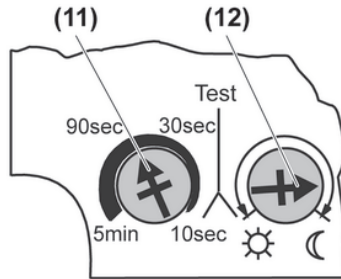
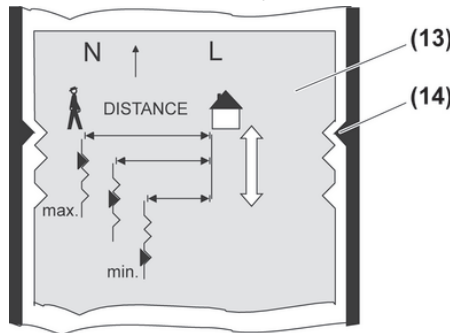

Bild 5: Ställa in drifttiden och ljusstyrkans tröskelvärdet
Bild 6: Ställa in räckvidden
- Räckvidden är inställd i mitten eller minimum (bild 6).
På baksidan av rörelsedetektorns kåpa finns ett reglage vardera för drifttiden (11) respektive ljusstyrkans tröskelvärdet (12) (bild 5).
Rörelsedetektorns räckvidd kan ställas in i tre steg genom att du glidjusterar det inre höljet (13) (bild 6).
- Ställ in drifttiden med hjälp av reglaget (11).
- Ställ in ljusstyrkans tröskelvärdet med hjälp av reglaget (12). Symbolen ☀ står för dagläge, d.v.s. omkoppling oberoende av ljusstyrka, och symbolen ☾ för min. ljusstyrka.
- i Om enheten behöver slå på ljuset när skymningen faller ska reglaget (12) ställas in som i bild 5.
- Ställ in räckvidden genom att glidjustera det inre höljet (bild 6).